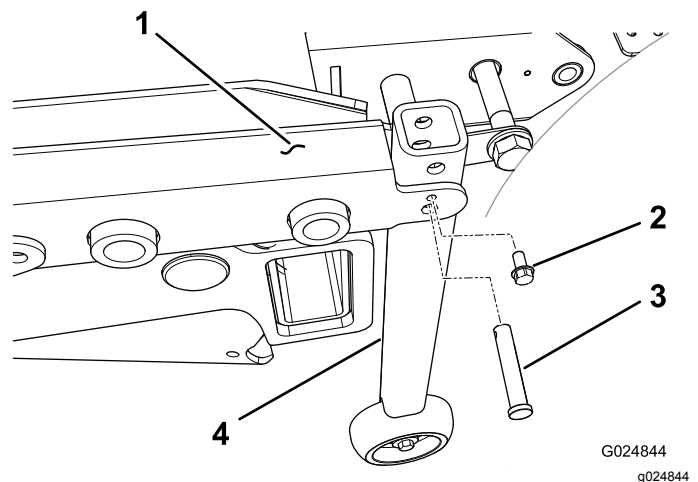

Figura 47
2. Nas máquinas que tenham um número de série anterior a 312999999, instale a estrutura do suporte do tubo vertical em cada canto traseiro da estrutura da plataforma com um passador de forquilha e um parafuso autorroscante de $\frac{1}{4}$ pol. (Figura 47).